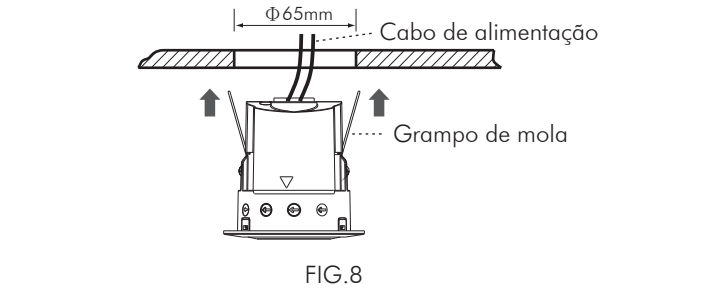

FIG.8
- 3.4.1.5 Feche os dois grampos de mola no detector e insira o detector no orifício perfurado no teto (Consulte a FIG.8).